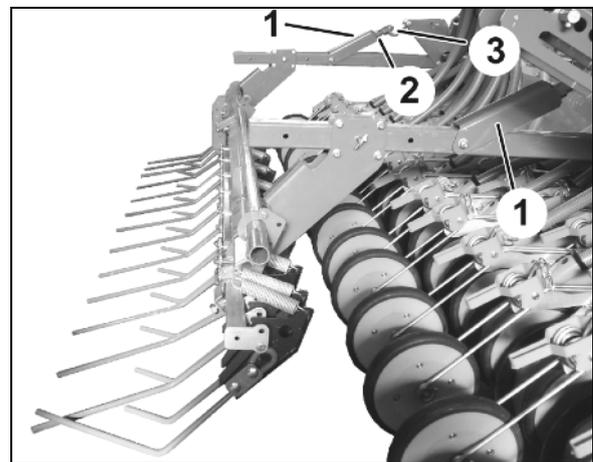

Fig. 93
Le réglage est effectué en allongeant ou en raccourcissant la suspension supérieure du recouvreur FlexiDoigts (Fig. 93 / 1) :
3. Desserrez les contre-écrous (Fig. 93 / 2).
4. Réglez la suspension supérieure du recouvreur FlexiDoigts à la même longueur en tous points. Pour ce faire, tournez toutes les vis (Fig. 93 / 3) de la même manière.
5. Resserrez bien les contre-écrous (Fig. 93 / 2) une fois le réglage réalisé.